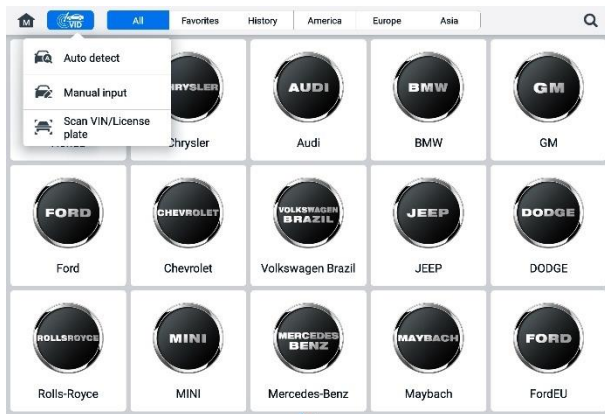

Figura 6-6 Skrin tal-Buttuna VID
2. Tektek il-buttuna **VID** fuq it-toolbar ta' fuq (ara Figura 6-6 Skrin tal-Buttuna VID).
Tektek **Skennja l-VIN/Liċenzja P tard** fil-lista dropdown (ara Figura 6-6 Skrin tal-Buttuna VID), il-kamera tinfetaħ. Fuq in-naħa tal-lemin tal-iskrin, minn fuq għal isfel, hemm tliet